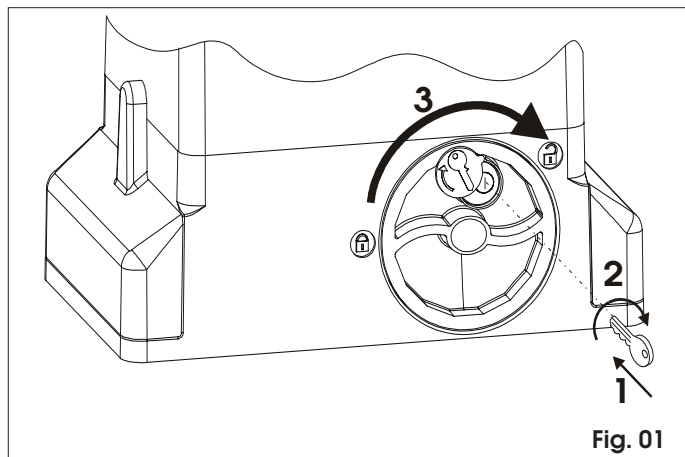

Fig. 01
- 1) Steek de bijgeleverde sleutel erin en draai hem met de klok mee zoals aangegeven op Fig.01 ref.1 en 2.
- 2) Draai het ontgrendelsysteem met de klok mee tot de mechanische aanslag, Fig.01 ref.3.